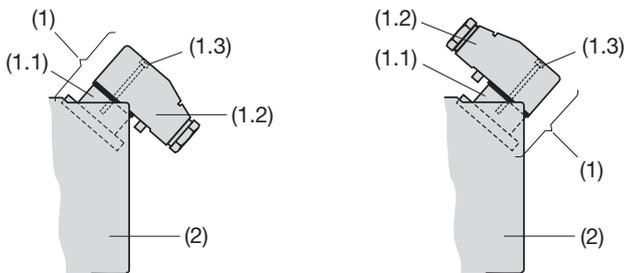

Fig. 4. Partie arrière (2) avec raccord à fiche (1).
La **connexion enfichable** (1) se compose d'une prise (1.1), fixée sur la partie arrière (2) du convertisseur de mesure et d'une fiche mobile (1.2) pour le câble de connexion comprenant un raccord PG 11 et 7 bornes à vis pour des sections de fils de max. 1 mm². La prise peut être montée pour que le câble de la fiche sorte vers l'arrière (Fig. 4, à gauche) ou vers l'avant (Fig. 4, à droite).